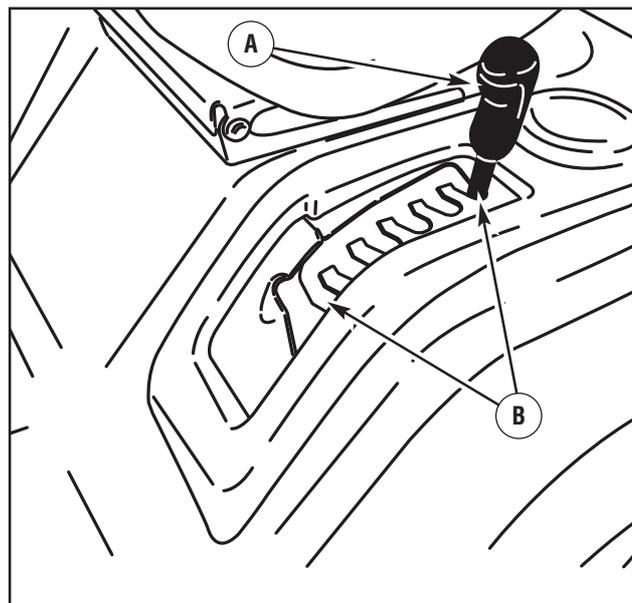

Figura 36: Posizione di taglio
- Alzare la leva di sollevamento dalla posizione **REGOLAZIONE LIVELLO** fino alla posizione **ALTEZZA DI TAGLIO** (figura 36).